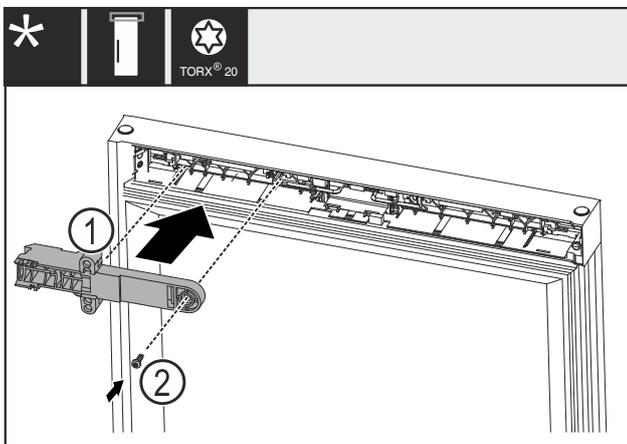

Fig. 22
- ▶ Schloss-Halteteil Fig. 22 (1) um 180° drehen und auf Gegenseite montieren.
- ▶ Schloss-Halteteil Fig. 22 (1) mit Schraube Fig. 22 (2) befestigen.